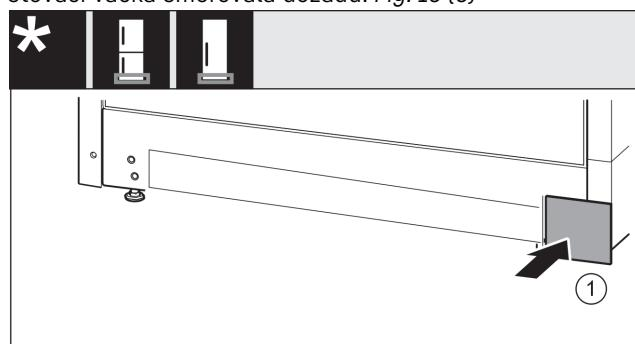

Fig. 16
- Kryt opět nasadte na druhé straně. Fig. 16 (1)